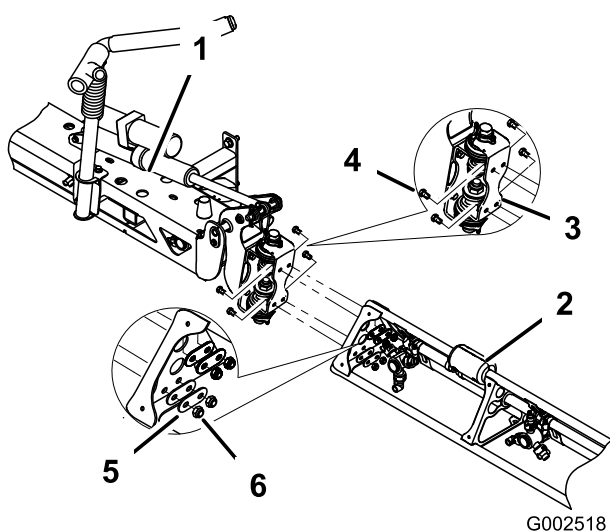

Bild 27
7. Montieren Sie die Spritzgestängeverlängerung mit den in Schritt 6 entfernten vier Schrauben, vier Scheiben und vier Muttern an der Scharnierplatte des mittleren Spritzgestänges, siehe Bild 27.